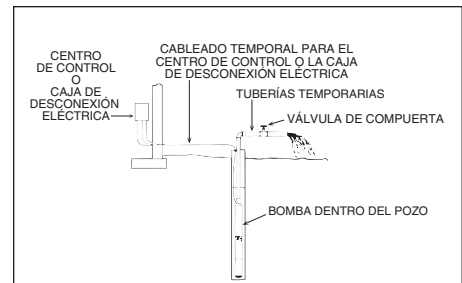

Figura 8 - Conexiones temporales mientras se limpia el pozo para el encendido
5. Abra la válvula de compuerta en la descarga un tercio. Encienda la bomba (ver Figura 8).